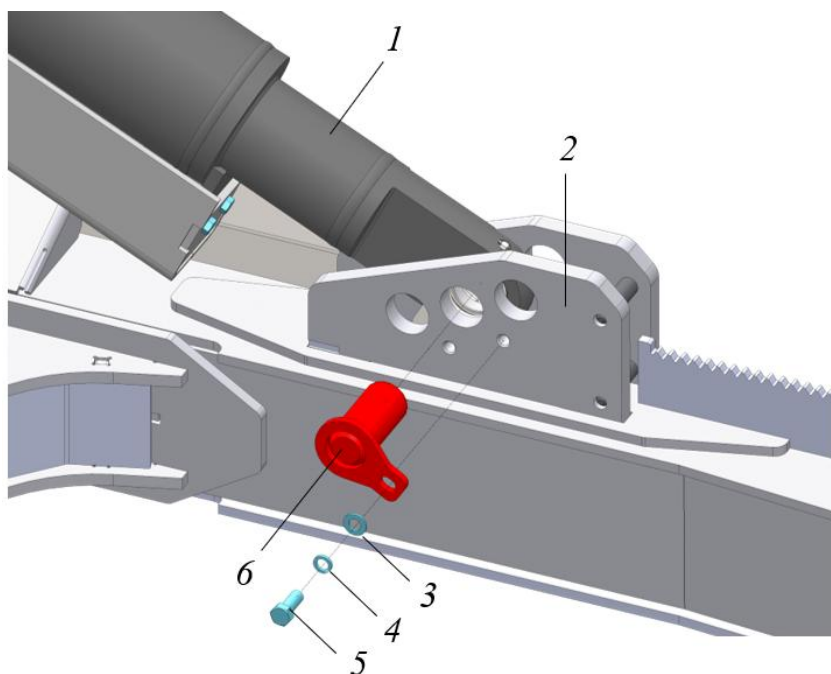

Рисунок 3.103. Демонтаж/монтаж гидроцилиндра перекоса отвала
- ▶ Зафиксировать палец 6 при помощи болта 5 и шайб 3-4, см. рис. 3.103. Крепежное соединение (M20) затянуть моментом не более 390 Н*м.
- ▶ Ключом  на 30 открутить болт 5, снять шайбы 3-4, выбить палец 6 из кронштейна бруса 2 придерживая гидроцилиндр перекоса отвала 1, используя подходящий грузоподъемный инструмент, см. рис. 3.103.
- ▶ Пустить двигатель и переместить гидроцилиндр перекоса отвала 1 в нужную сторону так, чтобы можно было установить палец 6 (рис. 3.103).
- ▶ Зафиксировать палец 6 при помощи болта 5 и шайб 3-4, см. рис. 3.103. Крепежное соединение (М20) затянуть моментом не более 390 Н*м.